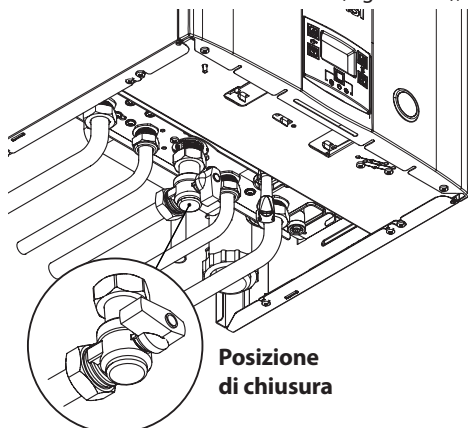

Figura 2.14
- Chiudete i rubinetti della caldaia (Figura 2.14);